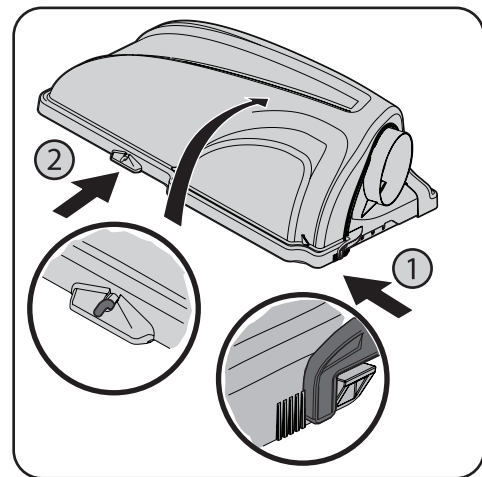

Figure 4-13
7. Ouvrez le couvercle en enfonçant l'onglet d'arrière droite de l'ensacheuse avec votre main droite (1) et soulevez le couvercle en plaçant votre main gauche au centre, à l'arrière du couvercle de l'ensacheuse (2), comme illustré au point, comme illustré à la Figure 4-13.